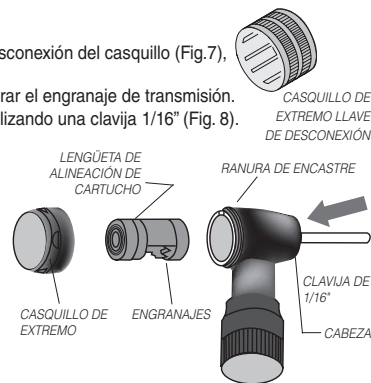

FIG.8
- Presionando desde el frente del cabezal, retire el cartucho utilizando una clavija 1/16" (Fig. 8).